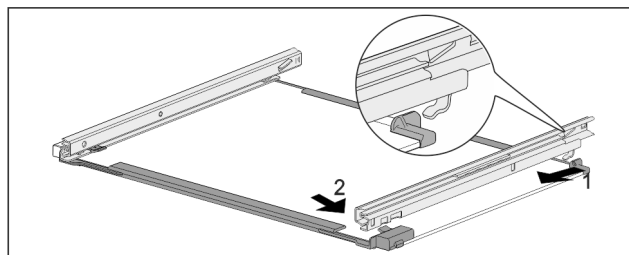

Fig. 266 Скляна пластина з рейками
- ▶ Зачепити рейку ззаду. Fig. 266 (1)
- ▶ Зафіксувати рейку спереду. Fig. 266 (2)